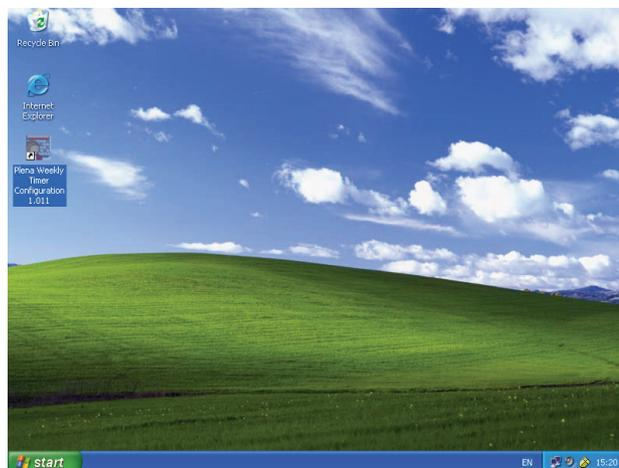

figura 8.8: Desktop di Windows
- 1 Passare al desktop di Windows (vedere la figura 8.8 per un esempio).